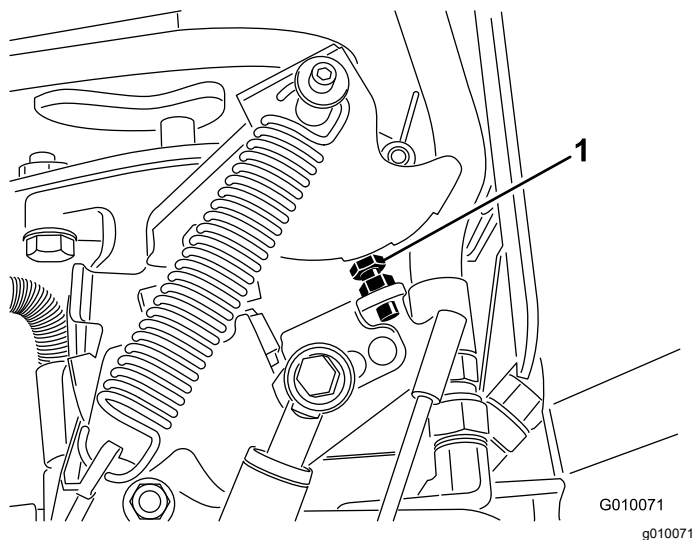

Рисунок 70
6. При необходимости регулировки подведите упорный болт (Рисунок 70) к упорной плите для уменьшения расстояния между проколами или отведите его от упорной плиты для увеличения расстояния между проколами.